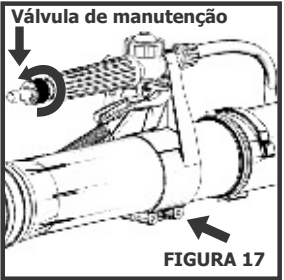
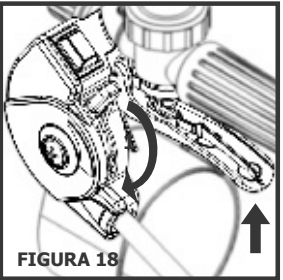

FIGURA 17
FIGURA 18
**a)** Coloque la máquina en la espalda, con el motor en funcionamiento (marcha lenta), ajuste las correas de forma que pueda hacer más confortable la aplicación. Con la ayuda del destornillador de estrella (incluido en el kit) es posible ajustar la posición del comando unificado de acuerdo con el tamaño del brazo del operador (Figura 17).
**b) Acelerando el motor:** Accione totalmente hacia abajo la palanca roja de la aceleración, como se indica en la flecha (figura 18)
**c) Abriendo el flujo de líquido:** Acciones totalmente la palanca de la válvula de descarga (Figura 18) asegurándose que la válvula de paso de situada en el mango de la válvula (Figura 17) esté totalmente abierta hasta la línea “MAX” (máximo) dando inicio a la atomización.